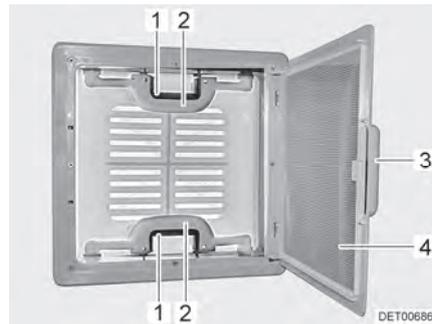

Fig. 50 Lanterneau à poussoirs
- Tirer sur la poignée (Fig. 50,3).
- Rabattre la moustiquaire (Fig. 50,4) vers le bas.
- Appuyer sur le verrou (Fig. 50,1) vers l'intérieur du lanterneau. Pousser le lanterneau simultanément vers le haut par la poignée (Fig. 50,2).
- Faire basculer la moustiquaire (Fig. 50,4) vers le haut jusqu'à ce qu'elle s'enclenche.
- Tirer fortement le lanterneau vers le bas par les deux poignées (Fig. 50,2) jusqu'à ce que les deux poussoirs (Fig. 50,1) s'encliquettent.